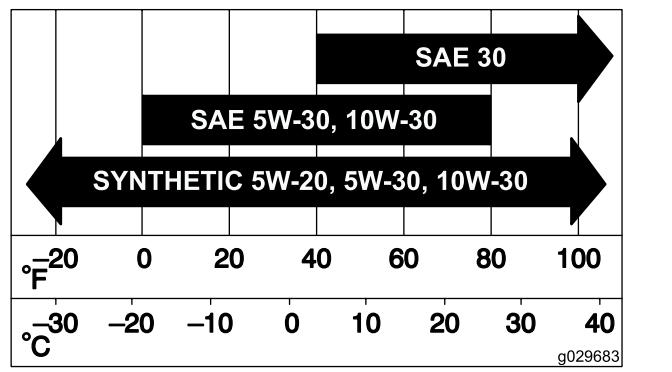

図 43
2. エレメントをエアクリーナのボディに注意深く取り付ける図 43。
3. エアクリーナカバーを元通りに取り付けてラッチで固定する図 43。